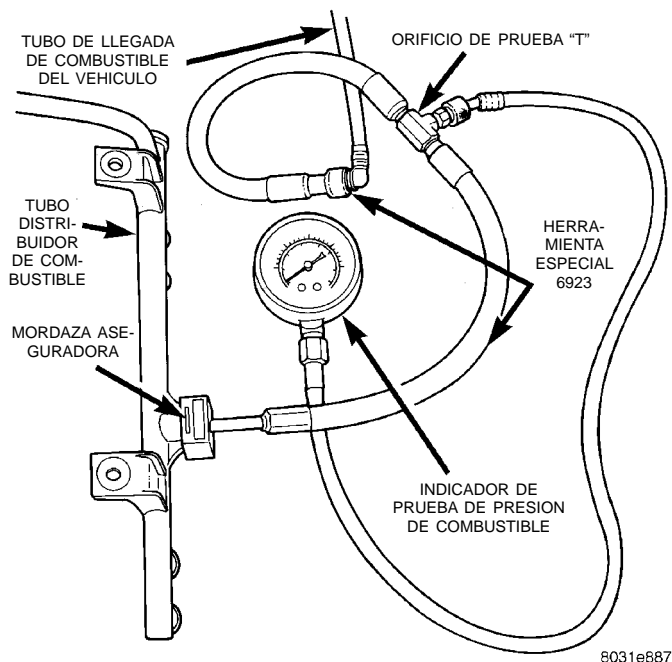

Fig. 9 Instalación de la herramienta indicadora y el indicador de presión
(3) Conecte la herramienta adaptadora número 6923 al tubo distribuidor de combustible (Fig. 9). **Asegúrese de que la herramienta adaptadora asiente completamente en el tubo distribuidor de combustible.**
(4) Instale la mordaza aseguradora en el tubo distribuidor de combustible. Si la mordaza aseguradora no puede asentarse completamente dentro del tubo distribuidor de combustible, compruebe si el adaptador se encuentra completamente calzado en el tubo distribuidor de combustible.
(5) Conecte el tubo de llegada de combustible del vehículo a la herramienta adaptadora 6923 (Fig. 9). Asegúrese de que el tubo de llegada de combustible asiente completamente en la herramienta adaptadora 6923.
(6) Retire la tapa protectora del orificio de prueba "T" de la herramienta adaptadora número 6923.
(7) Conecte un indicador de presión de combustible de 0-414 kPa (0-60 psi) (del juego de indicadores 5069) al orificio de prueba "T" (Fig. 9).
(8) Ponga en marcha el motor y observe la lectura del indicador de presión. La presión de combustible debería ser 339 kPa \pm 34 kPa (49,2 psi \pm 5 psi) en ralentí.
(9) Si el motor funciona pero la presión es inferior a 305 kPa (44,2 psi), verifique si existe un tubo de alimentación de combustible retorcido en alguna parte entre el tubo distribuidor y el módulo de la